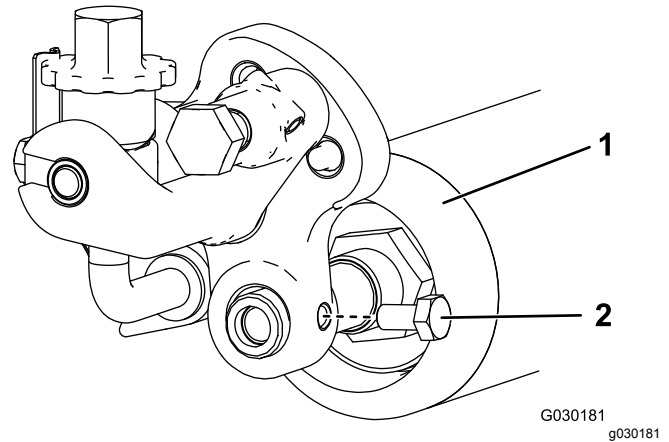

Figura 14
6. Inserite l'albero del rullo nel braccio regolatore di destra e fissatelo, senza serrarlo, con un bullone corto (Figura 14).
14. Centrate il rullo tra i bracci regolatori e fissate i bulloni di fissaggio (Figura 14).